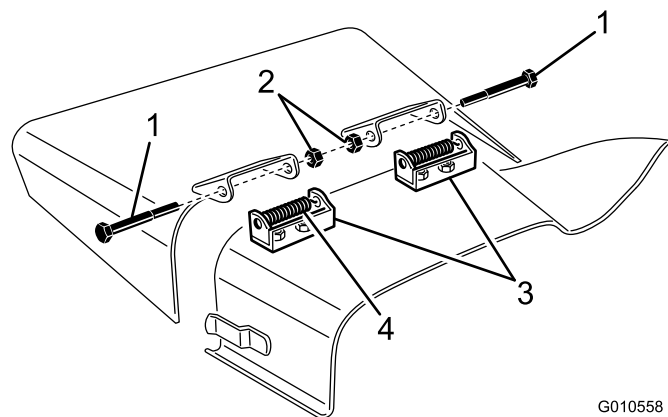

図 29
4. デフレクタマウントをピボットブラケットに固定しているキャップスクリュー、ロックナット、スプリングを外す（図 29）。
5. ピボットブラケットを外すには、キャリッジボルトとナットを外す（図 29）。